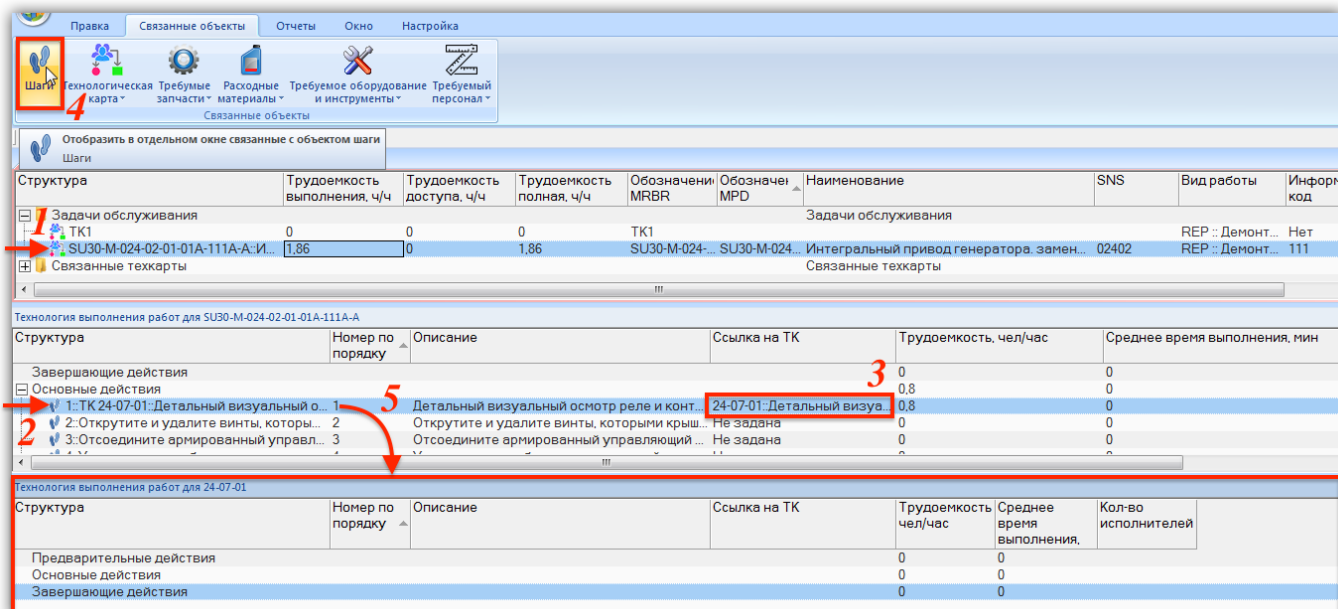

Рис. 12-73 – Шаги технологии ТК, связанной с данным шагом
Для отображения шагов технологии ТК (3 на рис. 12-73), которая связана с данным шагом, необходимо выбрать шаг (2) и нажать кнопку «Шаги» (4) панели «Связанные объекты». Шаги технологии связанной ТК отображаются в окне связанных объектов «Технология выполнения» (5) для выбранного шага технологии.